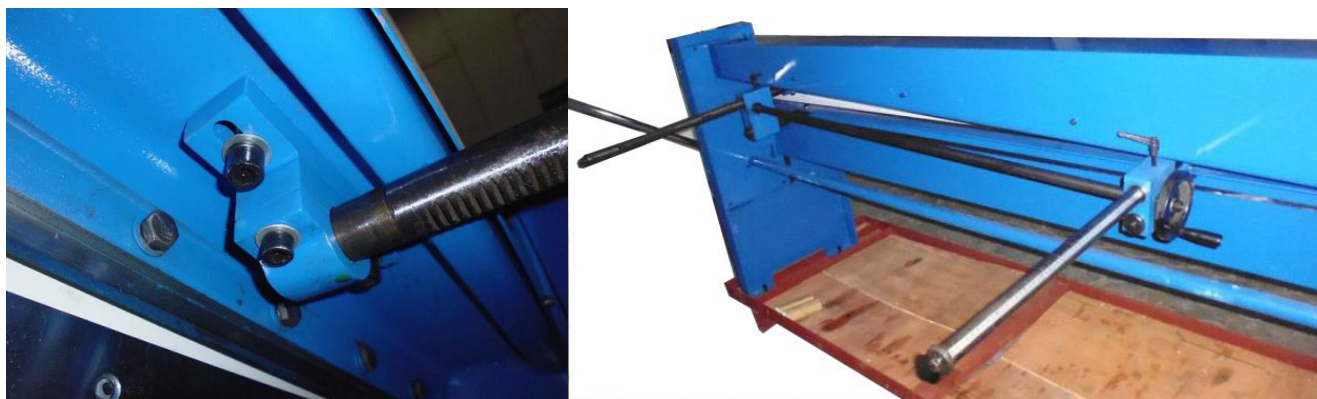

Abb.5-1: Montage
- ➔ Die Zahnstangen des Hinteranschlags (Abb. 5-1) in die Aufnahmen am Querträger auf der Rückseite einsetzen, festschrauben und auf den Nullpunkt ausrichten.